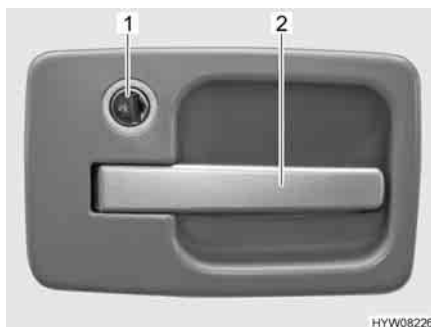

Fig. 26 Serratura della porta di ingresso, lato esterno
- Inserire la chiave nel cilindro della serratura (Fig. 26,1) e ruotarla sul simbolo "G". La serratura della porta è sbloccata.
- Tirare la maniglia della porta (Fig. 26,2). La porta è aperta.
- Inserire la chiave nel cilindro della serratura (Fig. 26,1) e ruotarla sul simbolo "🔒". La serratura della porta è bloccata.